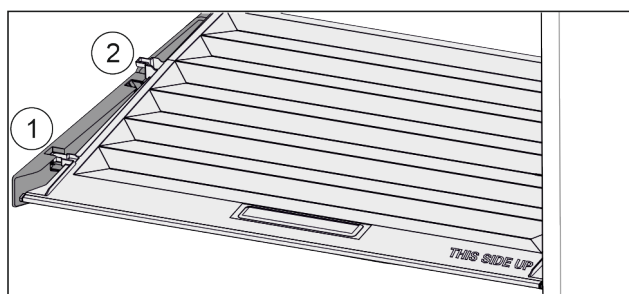

Fig. 104
- Tirer le couvercle vers l'avant jusqu'à l'orifice des pièces de retenue Fig. 104 (1).
- Le soulever par le bas à l'arrière et le sortir par le haut Fig. 104 (2).